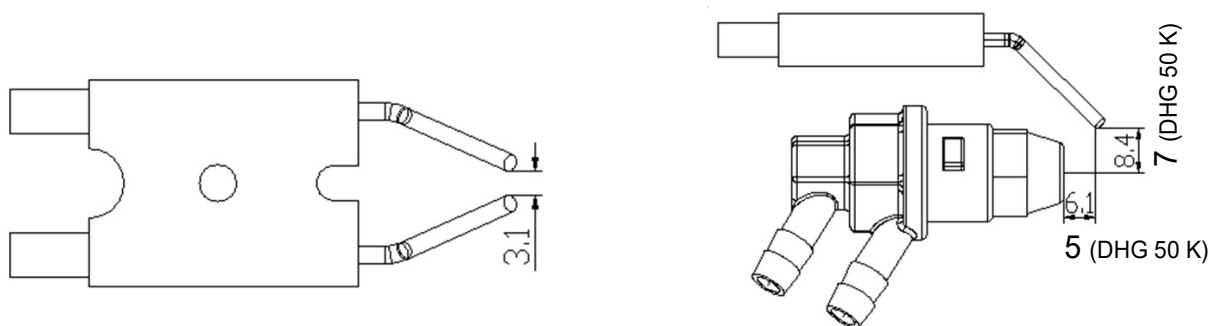

Abb. 7-2: Elektroden
7.2.3 Wartung der Zündelektroden (Abb. 7-2)